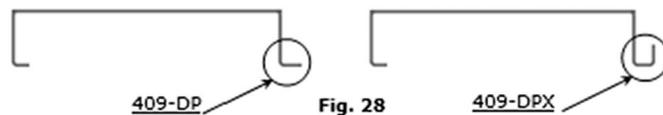

Fig. 28
1. Coloque a plataforma lateral na barra transversal. Observação: Preste atenção à borda curvada da plataforma, que deve estar posicionada conforme a fig. 28.